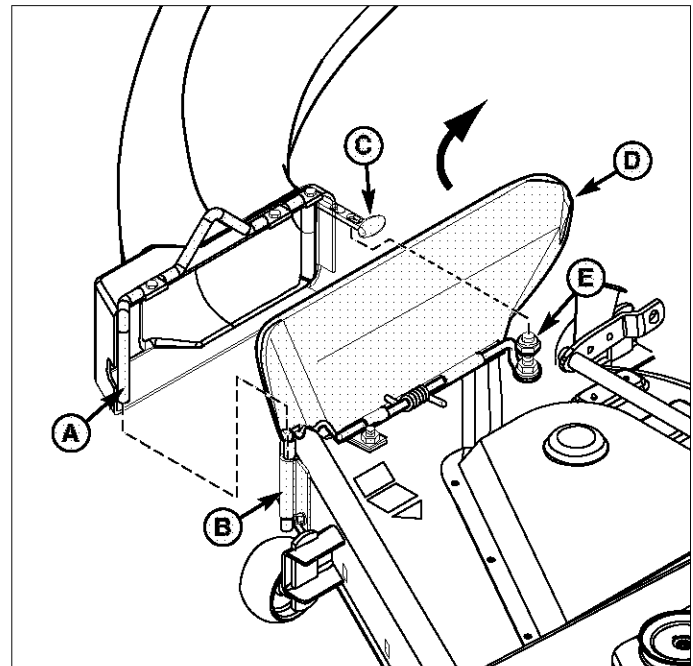

**Figura 7. Ensamble de Bastidor del Recolector**
1. Sujete el tubo superior (B, Figura 7) al tubo medio (A) usando las clavijas de seguridad (E) como se muestra. Sujételo con las arandelas (D) y las horquillas (C)